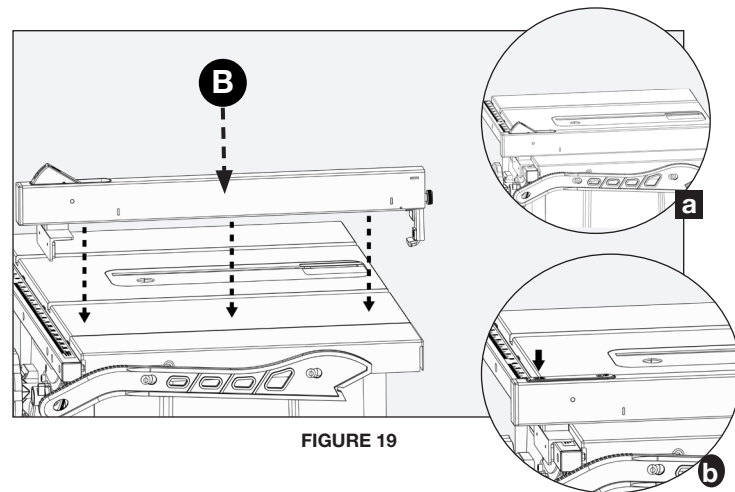

FIGURE 19
Positionner le guide longitudinal (B) sur la table, comme le montre la figure 19. Baissez l'extrémité arrière du guide longitudinal (B) sur l'arrière de la table, puis baissez l'extrémité de l'avant (avec la manette de verrouillage) sur l'avant des rails en avant de la scie. Engagez le verrou sur le guide longitudinal après l'avoir placé à l'endroit désiré sur la table (figure 19).